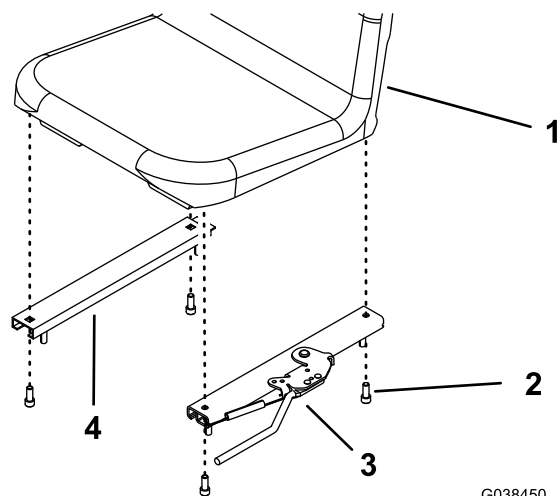

図8
4. 運転席に左右のアジャスタを取り付けるボルト5/16 x 3/4インチ4本で 図8のように取り付ける。